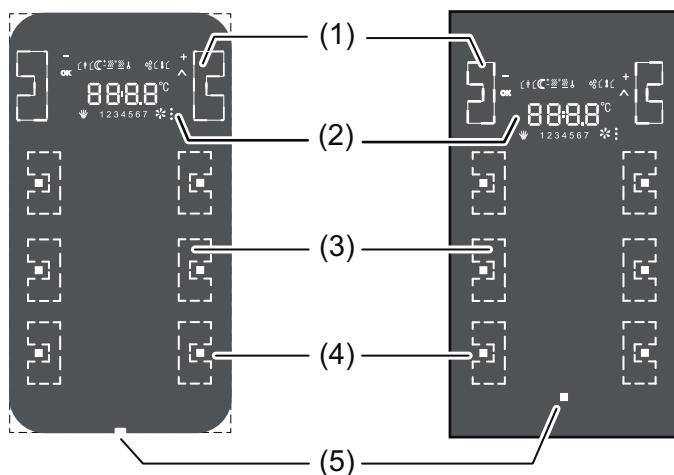

Figure 1: Conception de la face avant de l'appareil sur l'exemple de la variante « 3 postes »
L'appareil se compose de plusieurs surfaces de détection pouvant être commandées par effacement. Dans le cas des surfaces de détection, il convient de distinguer les touches d'écran (1) et les touches affectées à la fonction de touche sensorielle (3) (figure 1). Les touches d'écran se trouvent directement à gauche et à droite de l'écran, et sont dédiées à la commande des fonctions prédefinies du thermostat d'ambiance intégré ou du poste auxiliaire du régulateur. Ces touches permettent également d'activer la fonction de nettoyage de la surface en verre. Les touches sous-jacentes sont affectées à la fonction de touche sensorielle. Le nombre de touches dépend des variantes d'appareil. La fonction de touche sensorielle est une partie fonctionnelle autarcique de l'appareil avec des blocs de paramètres propres dans l'ETS.